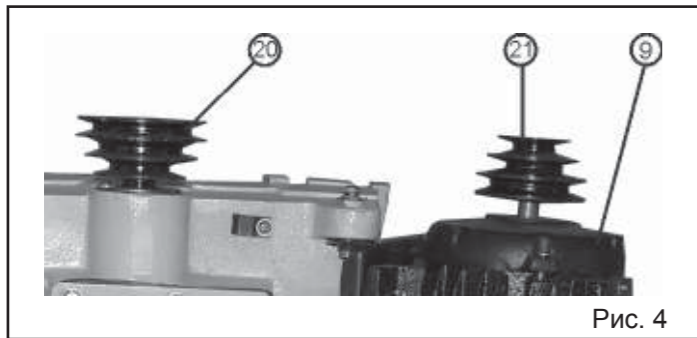

Рис. 4
8.4. Установка кожуха привода (Рис.4, 5)